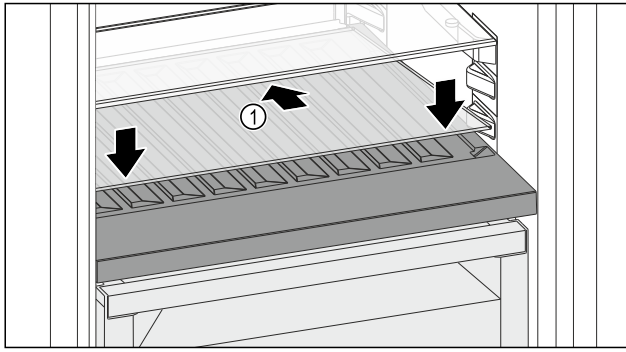

Fig. 88
- ▶ Helyezze be ferdén, hátul lefelé döntve az üveglapot Fig. 88 (1).
- ▶ Engedje le az üveglap Fig. 88 (1) elejét.